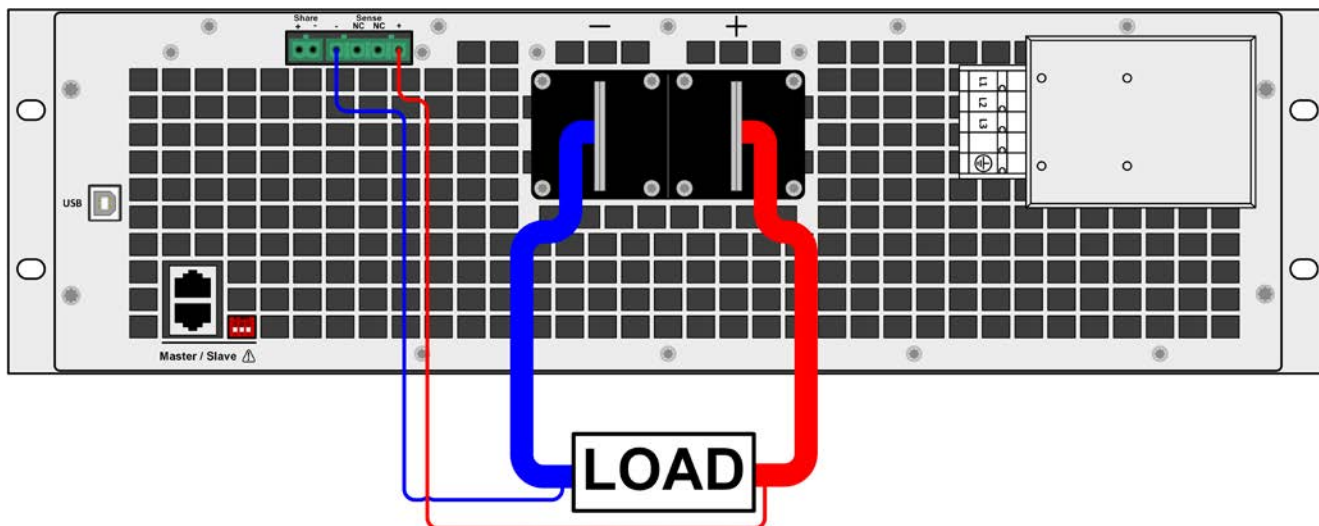

Figure 8 - Exemple de câblage pour contrôle distant avec une charge en mode source
- La mesure à distance est uniquement accessible en fonctionnement à tension constante (CV) et pour les autres modes de régulation l'entrée Sense doit être déconnectée, si possible, car la laisser connectée augmente généralement les oscillations.
- Le câble +Sense doit être relié au +DC de la charge et -Sense au -DC de la charge, sinon l'entrée Sense peut être endommagée. Pour un exemple, voir la *Figure 8* ci-dessous.